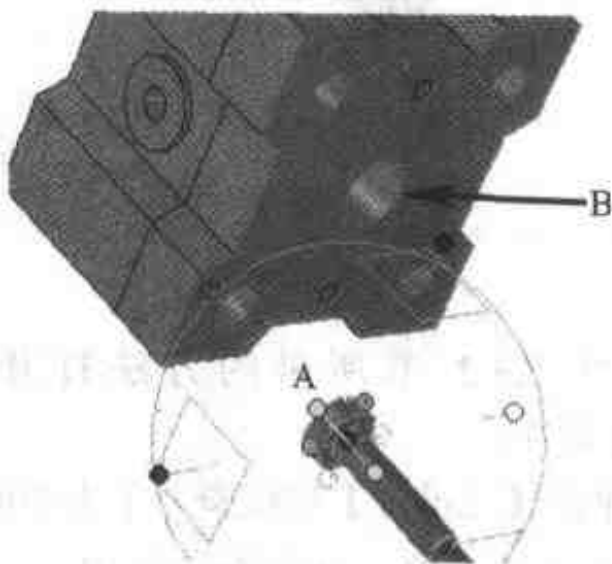

图 3.81 定向螺钉
- (4) 按 F10 键, 关闭【三维球】命令, 结果如图 3.81 所示。
- (5) 在【设计树】里面选择【螺钉】, 然后单击【三维球】按钮, 右击如图 3.81 所示的【三维球】的手柄(A), 选择【与面垂直】命令, 单击定位板的表面(B)。